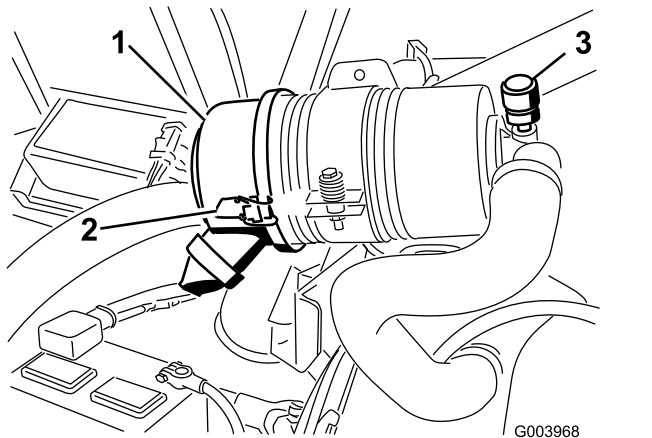

Figure 73
Faites l'entretien du filtre à air uniquement quand l'indicateur de colmatage (Figure 73) indique que cela est nécessaire. Changer le filtre à air prématurément ne fait qu'accroître le risque de contamination du moteur par des impuretés quand le filtre est déposé.
1. Desserrez les attaches qui maintiennent le couvercle sur le boîtier du filtre à air (Figure 73).